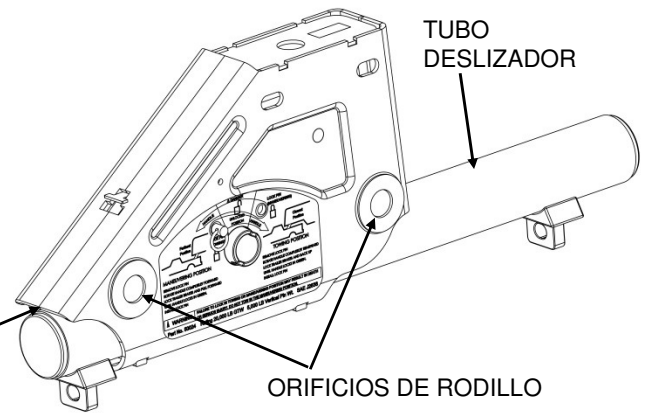
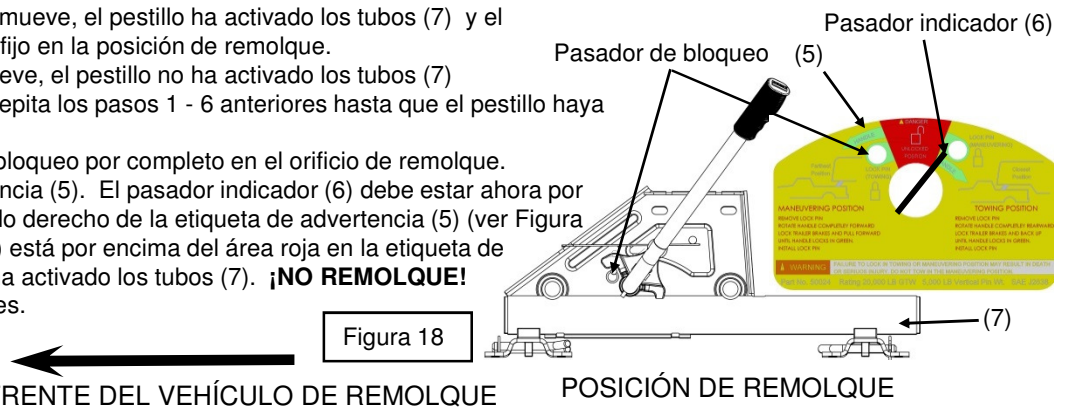

Figura 12
Figura 18
7. Cubra la superficie superior del tubo deslizador y los orificios de rodillo en cada ensamble de deslizador con grasa para todo propósito o lubricación de Teflón, use según sea necesario (ver Figura 12). Repita esta aplicación mensualmente durante el uso.
5. Regrese al vehículo. Libere el freno de emergencia. Active manualmente el freno del remolque y reverse el vehículo hasta que el deslizador de Quinta Rueda REESE™ frene cerca de la pata con perno (Figura 12) y el pestillo se enganche en la posición de remolque (Ver Figura 18).
- B. Si el deslizador no se mueve, el pestillo ha activado los tubos (7) y el deslizador debe estar fijo en la posición de remolque.
- C. Si el deslizador se mueve, el pestillo no ha activado los tubos (7)
- D. **¡NO REMOLQUE!** Repita los pasos 1 - 6 anteriores hasta que el pestillo haya activado el tubo (7).
7. Examine la etiqueta de advertencia (5). El pasador indicador (6) debe estar ahora por encima del área verde en el lado derecho de la etiqueta de advertencia (5) (ver Figura 18). Si el pasador indicador (6) está por encima del área roja en la etiqueta de advertencia (5), el pestillo no ha activado los tubos (7). **¡NO REMOLQUE!** Repita los pasos 1 - 6 anteriores.